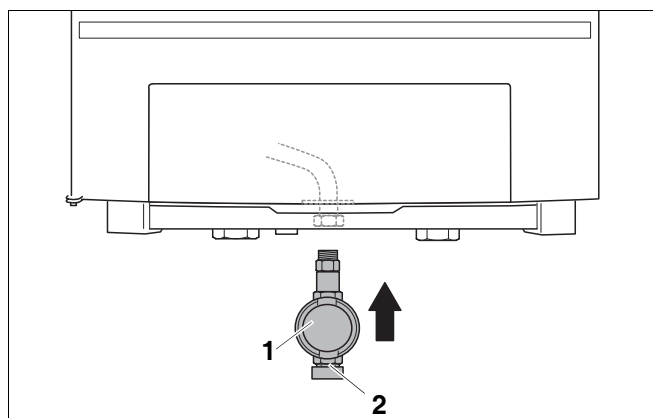

Fig. 4 Etablering af gastilslutning
- Installér gashanen (fig. 4, **pos. 1**) i gastilførselsledningen (GAS).
- Slut gasledningen til gastilslutningen (fig. 4, **pos. 2**), uden at den sidder i spænd.